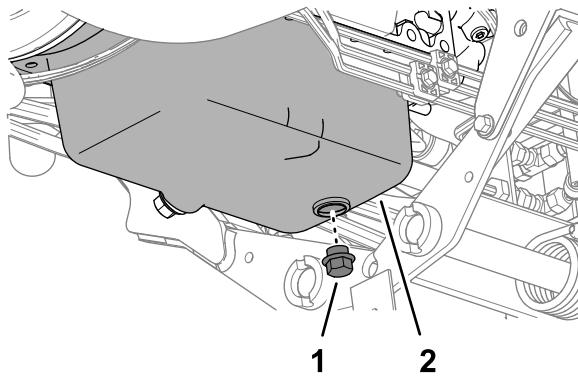

Figure 69
4. Retirez le bouchon de vidange (Figure 69) et laissez couler l'huile dans un bac de vidange.